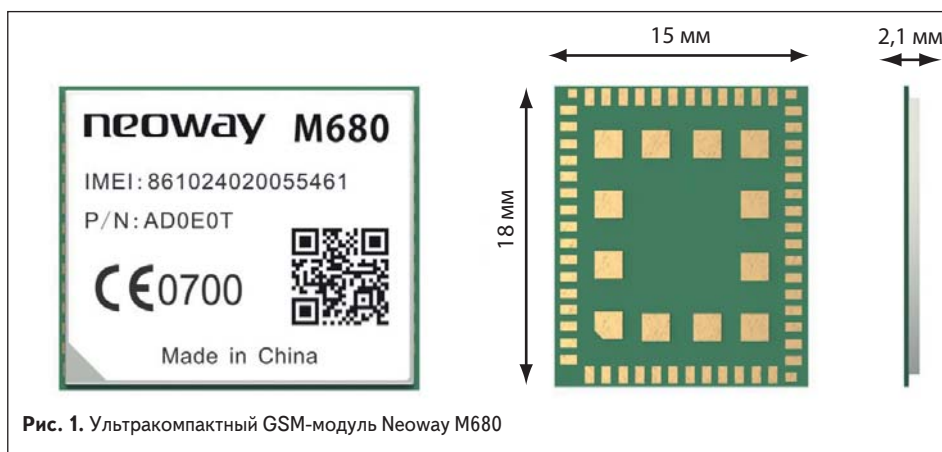

Рис. 1. Ультракомпактный GSM-модуль Neoway M680
- M680 — ультракомпактный GSM/GPRS-модуль с поддержкой EDGE (рис. 1);